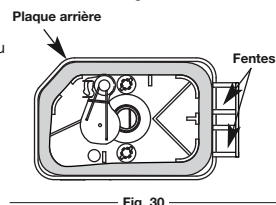

Fig. 30
6. Remplacez le filtre (Fig. 30).